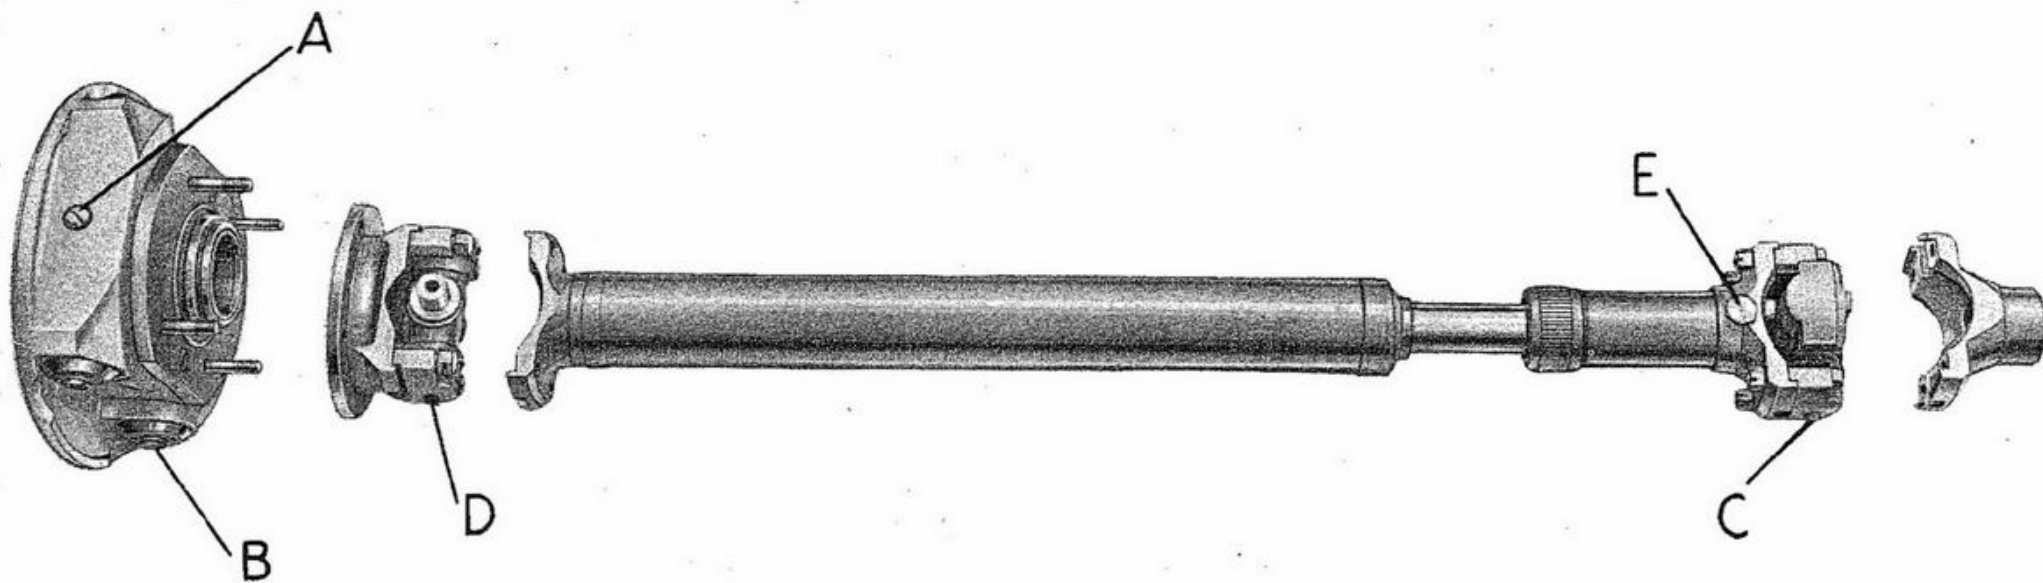

Fig. 27 - Gruppo trasmissione cardanica
Vedere nel capitolo « Gruppo frizione e avviamento ». *Trasmissione cardanica* (vedere fig. 27).
Per mettere del lubrificante nel giunto elastico (vedere fig. 27) svitare la vite (A) sul corpo del giunto e le quattro viti (B) sui tappi di chiusura camere pistoni; iniettare poi dell'olio denso tanto nel giunto che nei tappi.
Le crociere devono essere lubrificate ogni 2000 Km. circa. Sulla crociera parte scatola differenziale (vedere fig. 27) svitare la vite (C), sulla crociera parte scatola cambio svitare la vite (D).